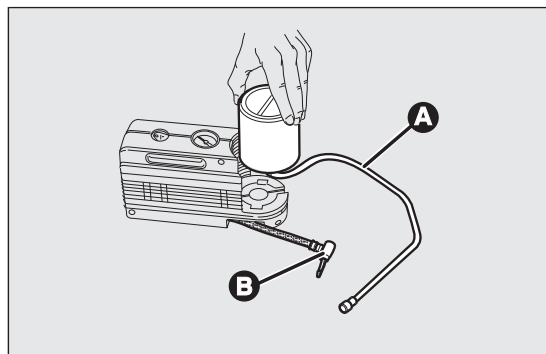

fig. I 38
- ☐ desconectar el acoplamiento B fig. I 38;